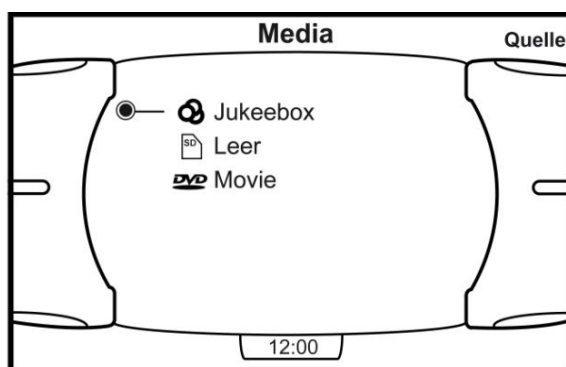

Abb. 21
10. Das System führt automatisch einen **Neustart** durch. Abb. 21 erscheint im Display.